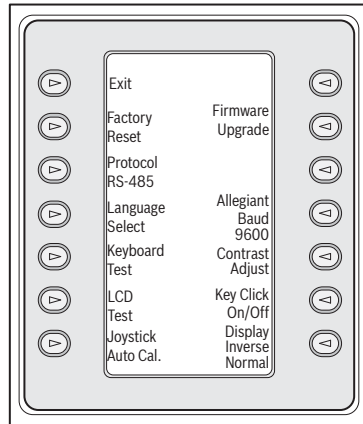

Figura 3.10 Menu Controlo de Teclado
3. O Ecrã de Softkeys apresenta o menu principal Controlo de Teclado (ver Figura 3.10). Segue-se uma descrição das opções do menu Controlo de Teclado.